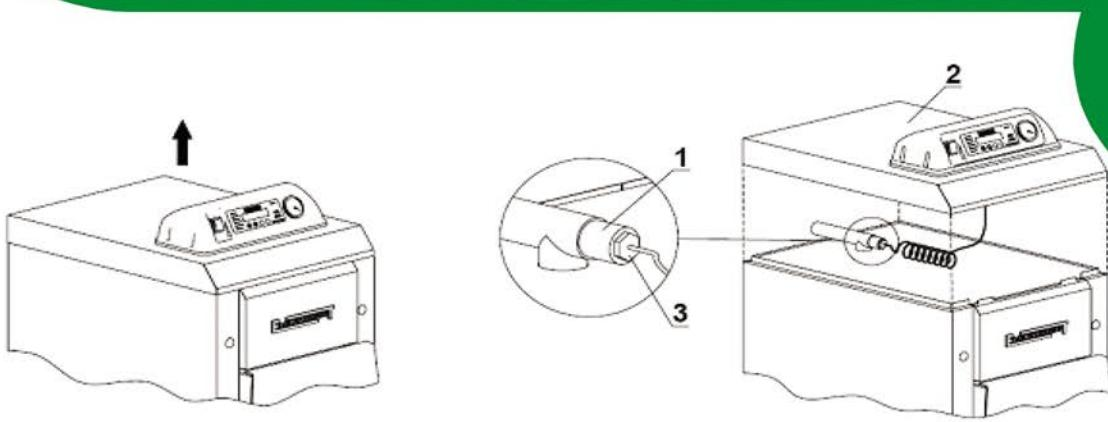

Рис. 9 Демонтаж кришки обудови котла і проводу термоманометра.
- в). Перевірити герметичність поєднання кроцьца з проводом манометра (Рис. 9)